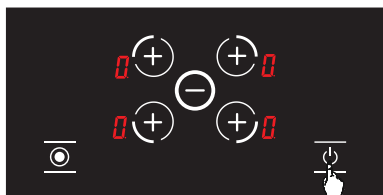

Abbildung 11
1. **⏻** durch Berühren der Taste kann der Herd eingeschaltet werden. (siehe Abb. 11)